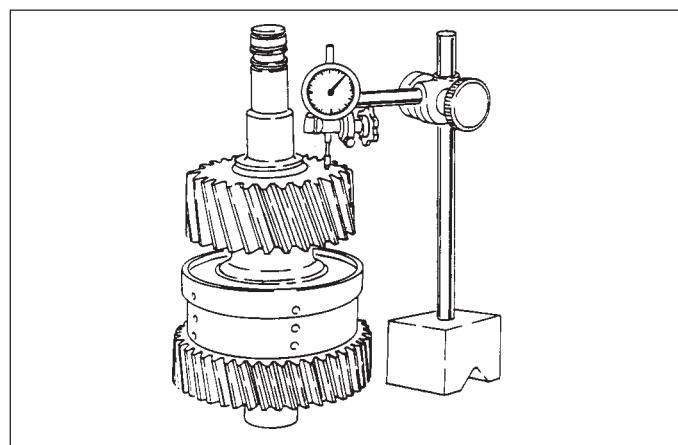

Fig. 28
- 8) Verificare con comparatore che tra rullini della ralla (86) la superficie dell'anello (78) rimanga un gioco di 0.3-0.5 mm (Fig. 28).
- reestablished (Fig. 28).